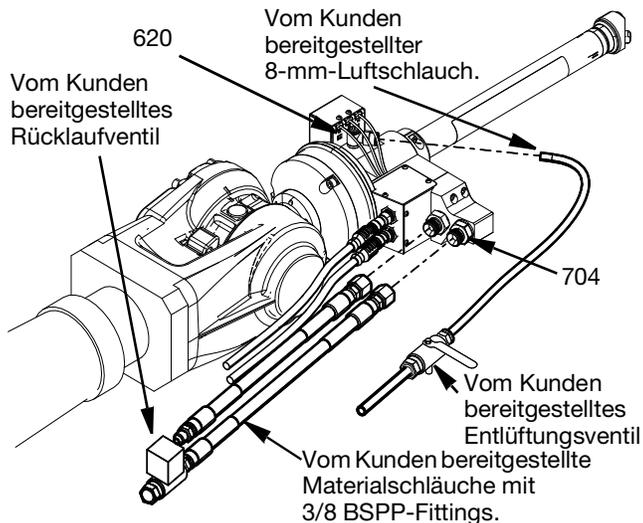

FIG. 6
Die Luftzufuhr wird an die Switch 3D-Pistole mit einem 8-mm-Polyurethanschlauch an den Winkel-Schwenkanschluss (620) an der Seite des Schwenkgehäuses (619) angeschlossen. Der Kunde muss ein Entlüftungsventil zwischen Luftzufuhr und Switch 3D Pistole-Anschluss installieren. Siehe FIG. 6.
von dualen Materialien sind beide Verbindungen Eingänge (kein Rücklauf möglich). Siehe FIG. 6.
- b. Prüfen Sie, ob die Magnetventile (613), die auf den Teilen der Schwenkkammer auf Seite 31 abgebildet sind, ordnungsgemäß funktionieren, indem Sie jedes Ventil des Roboteranhängers öffnen und schließen und auf das Geräusch des sich bewegenden Kolbens hören.
- e. Öffnen Sie das vom Kunden angebrachte Umlaufventil und spülen Sie das Material durch das Ventil, bis die gesamte eingeschlossene Luft aus der Materialrückführung entwichen ist. Siehe FIG. 6.
3. Den gesamten Druck in den Luftleitungen durch Absperren des von Kunden angebrachten Entlüftungsventils entlasten. Siehe Fig. 6.
4. Wenn die Düsen spitze oder der Materialschlauch verstopft sind oder wenn der Druck nach Durchführung der obigen Schritte nicht vollständig entlastet wurde, lösen Sie den kundenseitig gelieferten Materialschlauch sehr langsam vom 3/8 Zoll. BSPP-Einlassanschluss (704), (siehe Fig. 6).